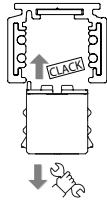

Abb. 1b
- mechanische Ausführung: Adapter mit automatischer mechanischer Verriegelung (Abb. 1b).